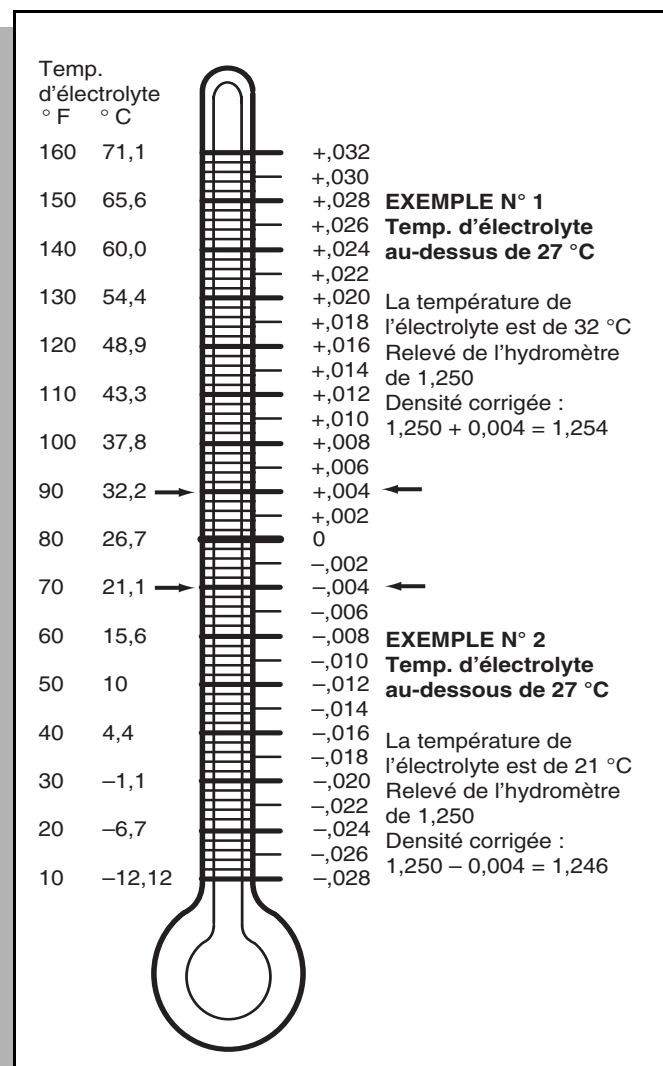

Fig. 26 Correction de la température de l'hydromètre
4. Ajouter ou soustraire quatre points (0.004) au résultat obtenu pour chaque 6°C de température d'électrolyte se situant au-dessus ou au-dessous de 27° C. Ajuster le résultat pour se conformer à la température de l'électrolyte. Exemple : si le résultat indique une gravité spécifique de 1.250 et que la température de l'électrolyte est de 32° C, **ajouter** quatre points (0.004) à 1.250 pour obtenir un résultat corrigé de 1.254. Il en est de même quand la température est de 21° C, **soustraire** alors quatre points (0.004) de 1.250 pour obtenir un résultat corrigé de 1.246 (Fig. 26, page 23).